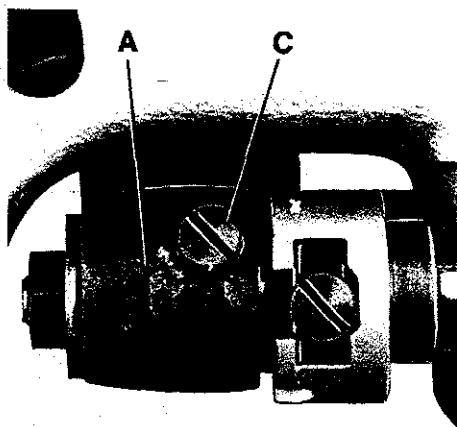
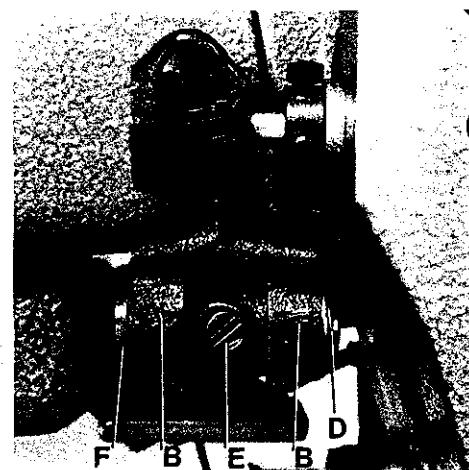

Fig.13
Fig.14
The ball bearing grease for the needle bearings (A, Fig. 13 and B, Fig. 14) of the spreader drive has to be renewed every six months. The front needle bearing can be greased after removing the guard and turning out screw (C, Fig. 13). The two rear needle bearings can be greased after removing retaining ring (D, Fig. 14) loosening screw (E) and pressing out link stud (F). Reassemble all parts carefully.
Das Wälzlagertfett der Nadellager (A, Fig. 13 und B, Fig. 14) für den Legerantrieb muß alle 6 Monate erneuert werden. Das vordere Nadellager kann nach Entfernen des Schutzbleches und Herausdrehen der Schraube (C, Fig. 13) gefettet werden. Die beiden hinteren Nadellager können nach entfernen der Sicherungsscheibe (D, Fig. 14), lösen der Schraube (E) und herausdrücken des Gelenkbolzens (F) gefettet werden. Montieren Sie alle Teile wieder sorgfältig.